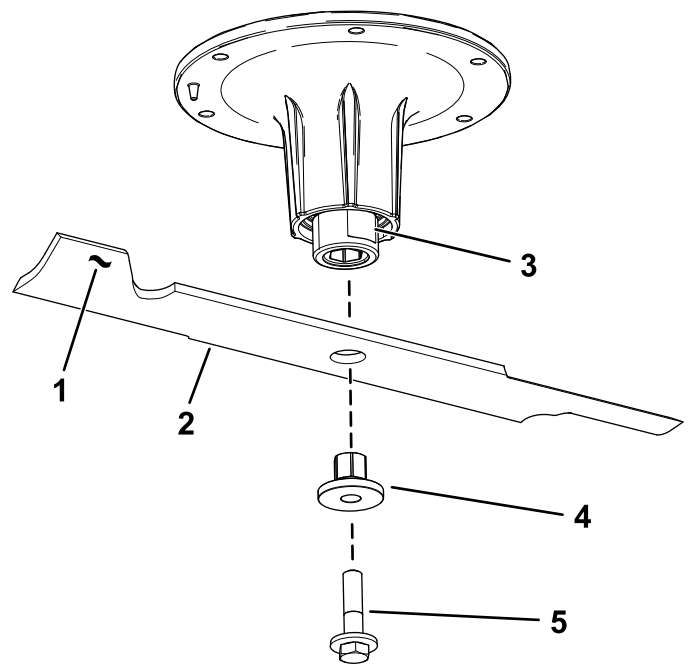

Bild 89
2. Entfernen Sie die Messerschraube, Buchse und das Messer von der Spindelwelle (Bild 89).